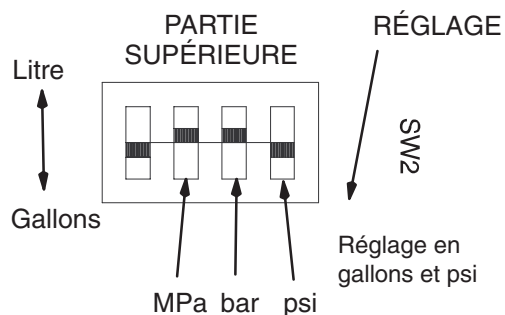

Fig. 9
- Régler les commutateurs au dos de l'afficheur (49) à son gré, Fig. 9.